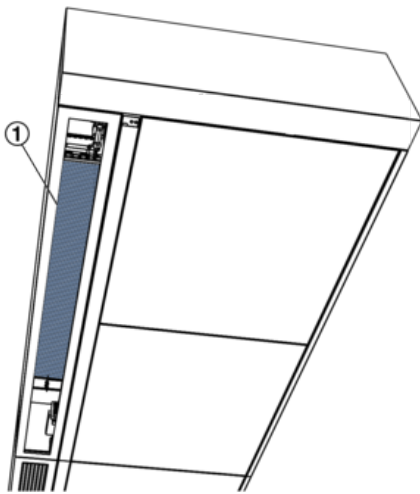

Abb. 88: Wärmeübertrager absaugen
4. ▶ Betriebsdruck der wasserseitigen Anschlüsse (Abb. 88/1) ablassen und die Rohrverschraubungen am Wärmeübertrager lösen.